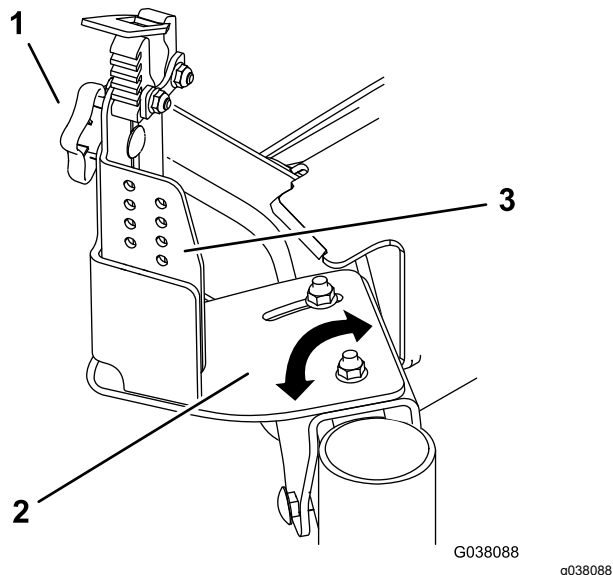

Figura 9
2. Allentate i bulloni che fissano la piastra di montaggio alla staffa del canale nel gruppo del supporto anteriore (Figura 9).
4. Allentate la manopola e sollevate o abbassate la piastra del decespugliatore, se necessario (Figura 9). Serrate la manopola.